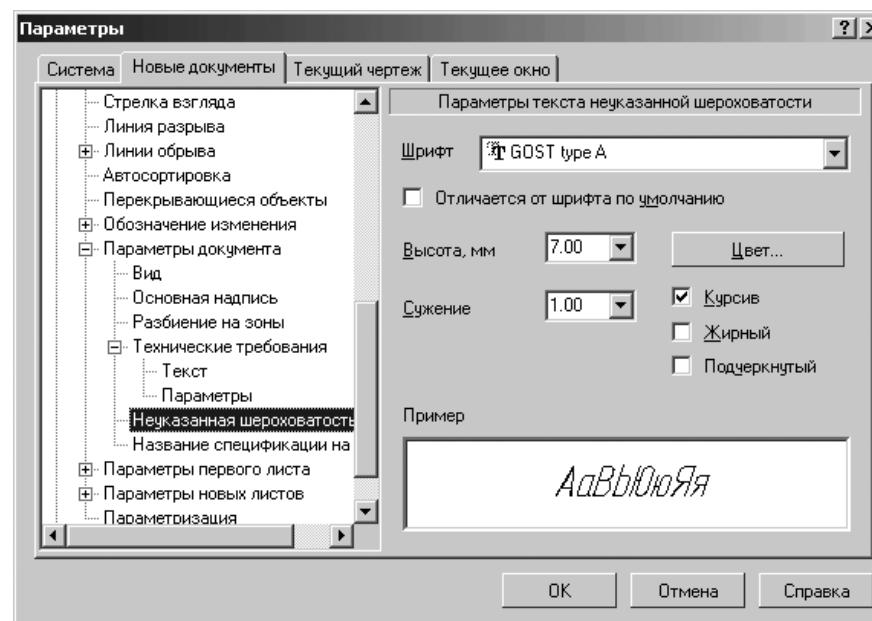

Рис. 10.85. Диалоговое окно **Параметры** с открытой вкладкой **Новые документы** и панелью **Параметры текста неуказанной шероховатости**
- щелкните в списке настраиваемых элементов **Параметры документа** по пункту **Неуказанная шероховатость**. В правой части появится панель **Параметры текста неуказанной шероховатости**, показанная на рис. 10.85.